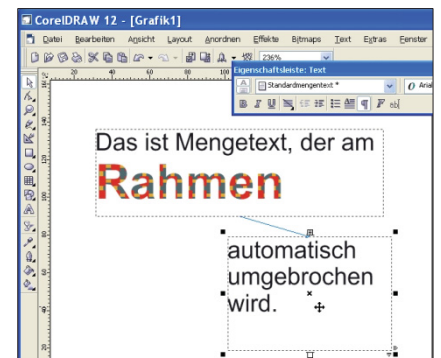

Abb. 9-31: Textfluß in einen neuen Rahmen
- Bei Änderung des Textrahmens paßt sich der Inhalt ohne Veränderung des Schriftbildes an und wird automatisch umgebrochen. Ist der Rahmen zu klein, um den Text vollständig anzuzeigen, erscheint am unteren Rand ein schwarzes Dreieck. Mit gedrückter liMT kann der Rahmen dem Inhalt angepaßt werden. Mit Klick auf das Dreieck erscheint ein Symbol, das anzeigt, daß ein neuer, mit dem ersten verknüpfter Rahmen gezeichnet werden kann, in den der Text fließt (Abb. 9-31).